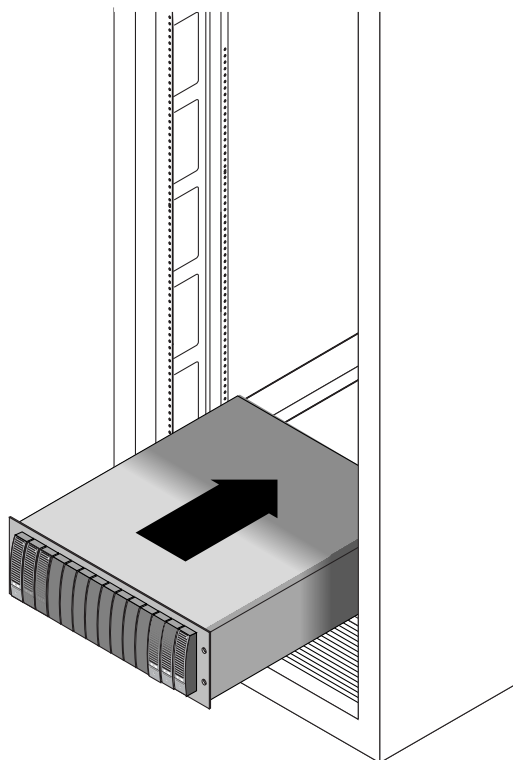

図 2-15 格納装置のキャビネットへの挿入
- 格納装置をキャビネット内に慎重にスライドさせ、格納装置の正面のフランジがキャビネットの垂直レール面に触れるまで挿入します (図 2-15)。